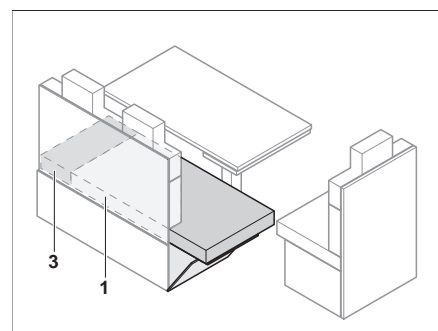

Fig. 115 Después de la ampliación
- Tirar el cojín del asiento (Fig. 115,1) a la prolongación del banco de asiento.
- Colocar los cojines adicionales (Fig. 115,3) entre los cojines del asiento (Fig. 115,1) y la pared exterior.